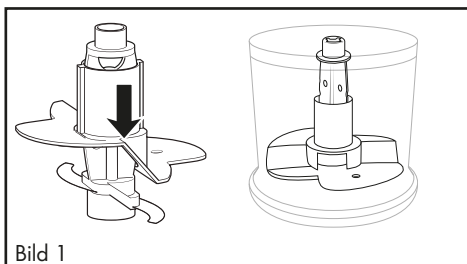

Bild 1
- Om du ska vispa 100 ml grädde sätter du den på knivhållaren **6** så att emulgeringsskivan **11** ligger över båda knivbladen **8** och låser fast (bild 1):